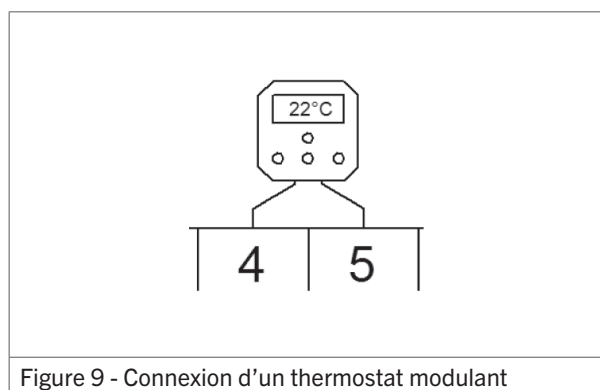

Figure 9 - Connexion d'un thermostat modulant
1. Connectez les deux fils de commande aux bornes 4 et 5 (voir figure 9 ou le schéma de câblage électrique au §11).